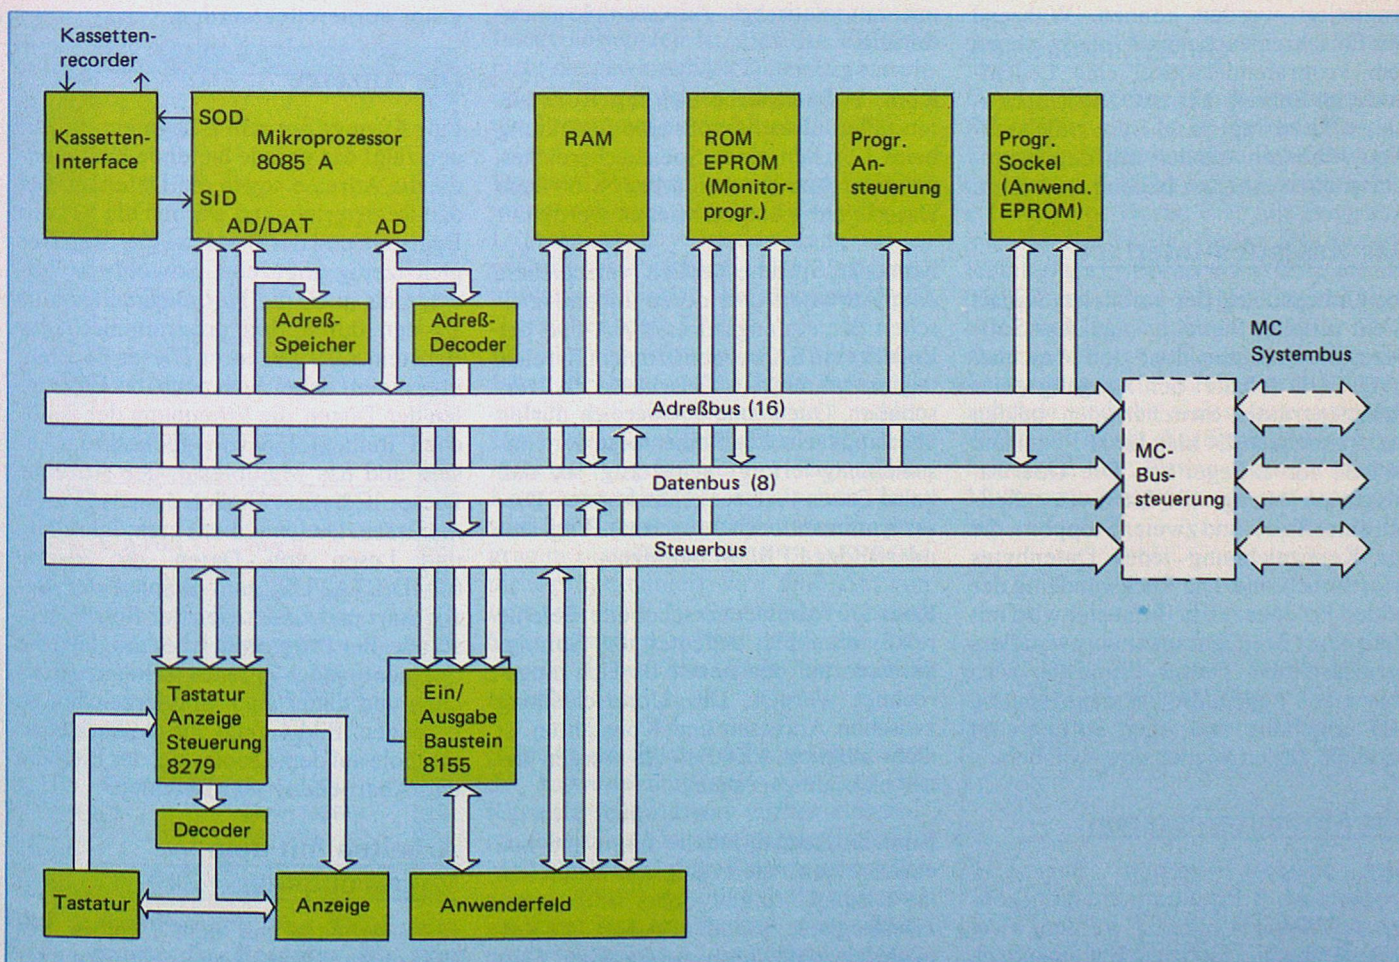

Bild 1: Der Aufbau des ECB 85 sowie die interne Busstruktur
Bild 1 zeigt das Zusammenspiel der einzelnen Bausteine, die alle am internen, bidirektionalen Systembus (Adreßbus, Datenbus, Steuerbus) angeschlossen sind. Die Zentraleinheit mit dem Mikroprozessor 8085 verarbeitet die Daten und steuert alle Funktionseinheiten. Um mit 40 Anschlüssen auszukommen, benutzen die acht niederwertigen Adreßbits die Anschlüsse AD₀ bis AD₇ im Zeitmultiplex-Verfahren zusammen mit den acht Datenbits. Die vier niederwertigen Adreßbits werden in den Adreßspeicher zwischengelagert, damit sie gleichzeitig mit den höherwertigen Adreßbits zur Verfügung stehen. Um alle Speicherbausteine, E/A-Bausteine, Zähler und das Bedienungsfeld selektiv ansprechen zu können, werden die acht höherwertigen Adreßbits in einem PROM dekodiert, welches jeweils ein Freigabesignal (CE) an den betreffenden Baustein gibt.